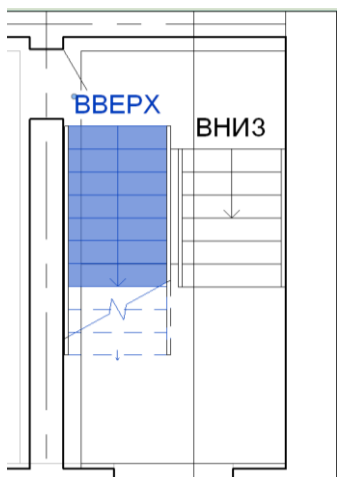
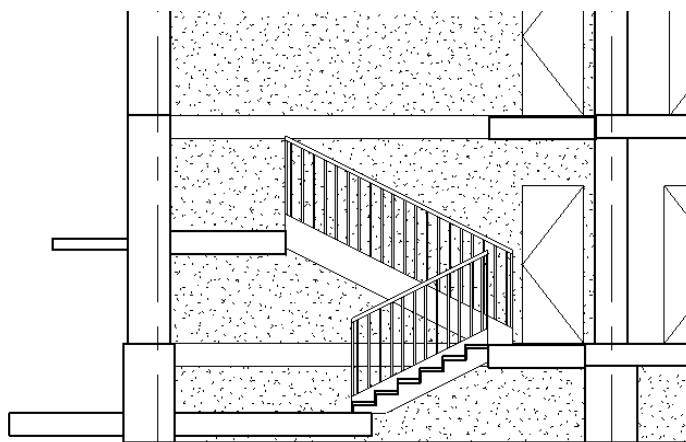

Рис. 99
Рис.100
5. В режиме редактирования в панели **Свойства** выбрать **Ширина- 1275мм**, **Требуемое количество подступенков** - **10**, **Текущая ширина ступени** - **300мм** и установить лестничный марш между площадками. Щелкнуть кнопку с галочкой **Завершить режим редактирования** на панели **Режим** (рис.99, рис.100).